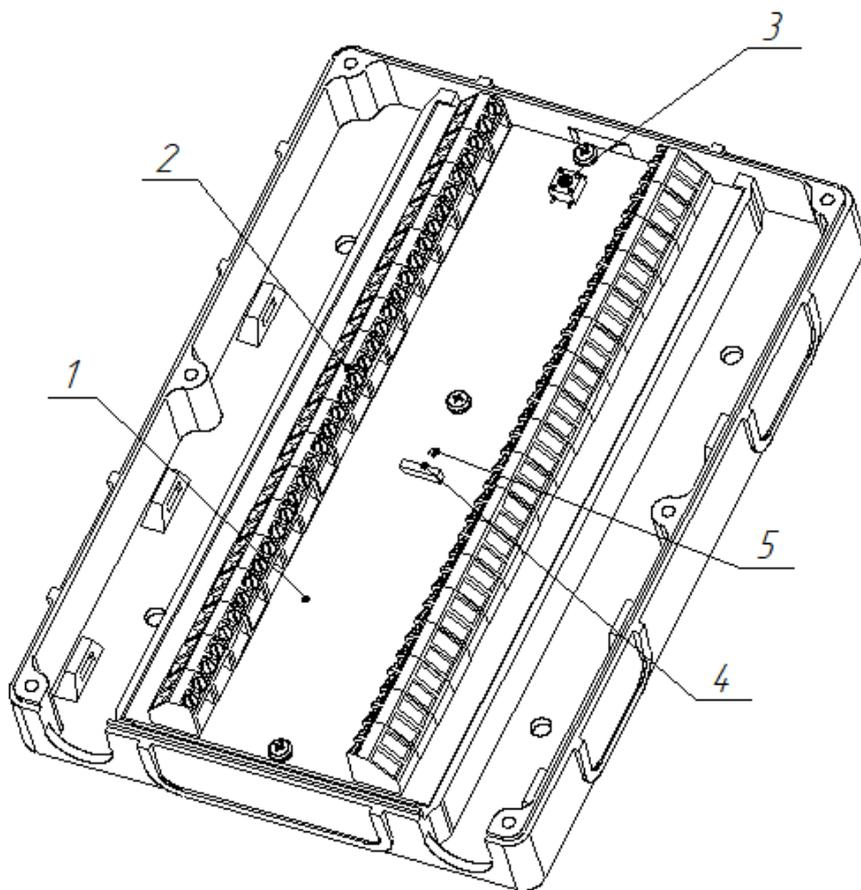

Рисунок 1.1 – Конструкция модуля (крышка не показана)
1.4.1.1 Модуль конструктивно выполнен в виде одного блока (см. рисунок 1.1) и состоит из корпуса, в который установлена печатная плата с элементами, корпус закрывается крышкой.
1.4.1.2 На печатной плате 1 размещены (см. рисунок 1.1): винтовые клеммы для подключения внешних цепей 2, кнопка выбора режима эксплуатации 3, геркон для контроля вскрытия крышки модуля 4 и индикатор 5.